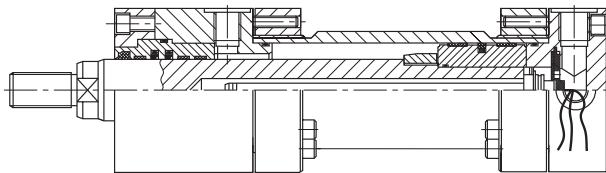

Fig. 1 Potenciómetro lineal.
### (A) POTENCIOMETRO LINEAL POTENTIOMETER TYPE TRANSDUCER (Fig. 1)